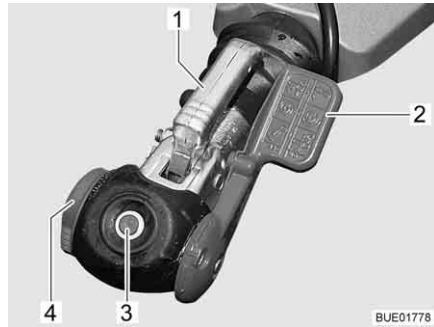

Bild 3 Sicherheitskupplung AKS 1300
- Stabilisierungshebel (Bild 3,2) in oberste Stellung bringen.
- Handrad (Bild 3,4) entgegen dem Uhrzeigersinn bis zum Anschlag in Offenstellung drehen.
- Kupplungsgriff (Bild 3,1) nach oben ziehen.
- Sichtkontrolle durchführen: Der grüne Zylinder der Sicherheitsanzeige (Bild 3,3) muss sichtbar sein.